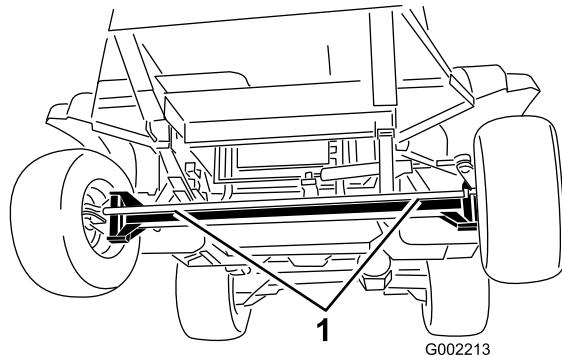
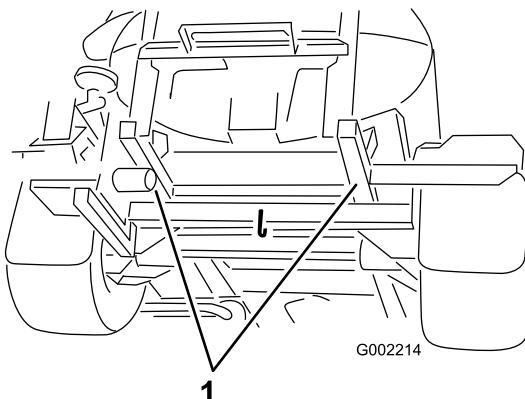

Figura 53
Figura 54
4. Applicate un cavo di traino al telaio; fate riferimento ai punti di traino anteriori e posteriori (Figura 53 e Figura 54).